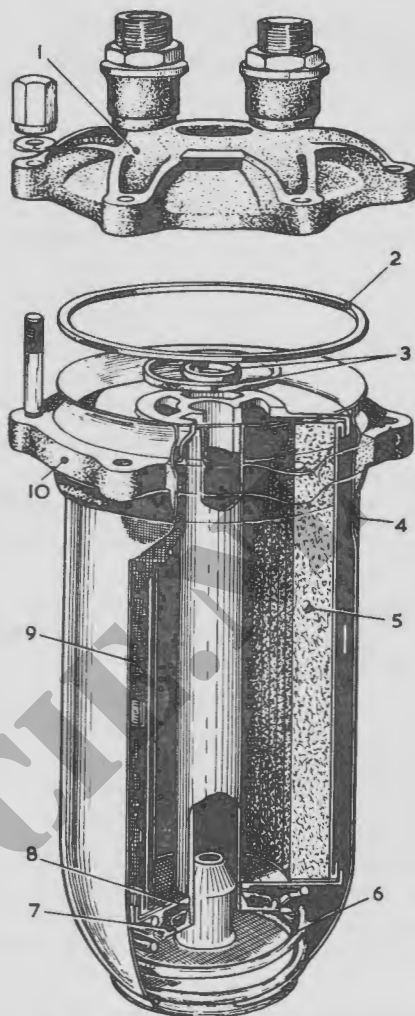

Fig. 13. Oliefilter hogedruk sectie
- ( 7) Giet de olie uit de filter, verwijder de vijf moeren met veerring waarmee de kop van het filterhuis (fig 13 nr 1) aan het huis zelf is bevestigd ( $\frac{3}{8}$ -in steeksleutel). Neem het filterelement uit het huis (5). Als er geen complete filter eenheid ter vervanging beschikbaar is, handel dan als aangegeven in de nu volgende punten (8) t/m (11).
- ( 8) Verwijder de gekartelde moer (7) en de fiber ring (8) aan de onderzijde van de filtereenheid. Demonteer de filtereenheid door de twee opsluitplaten te verwijderen en het filterelement uit te nemen.
- (10) Er zijn twee soorten elementen in gebruik. Eén zonder vilten pakkingen, hierbij moeten deze pakkingen bij het in elkaar zetten van de eenheid aan de opsluitplaten worden aangebracht. Het andere type is aan elk uiteinde van het element van pakkingringen voorzien.